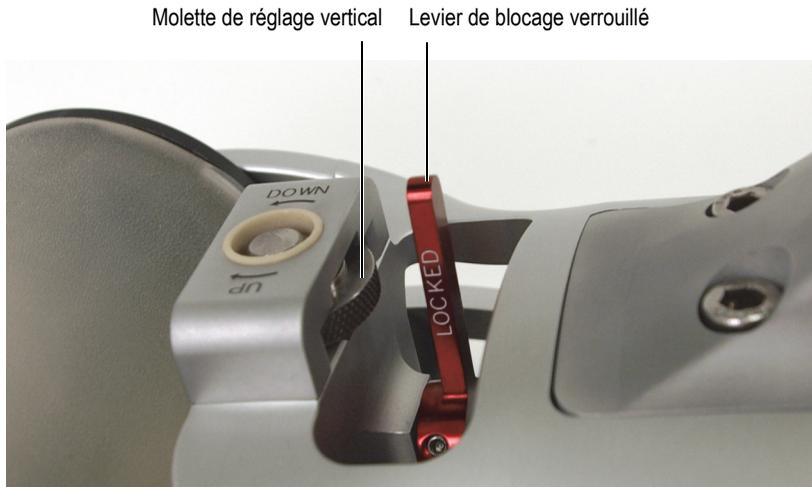

Figure 4-3 Blocage de la roue centrale
3. Bloquez la roue centrale en position en plaçant le levier à LOCKED (Figure 4-3 à la page 62).